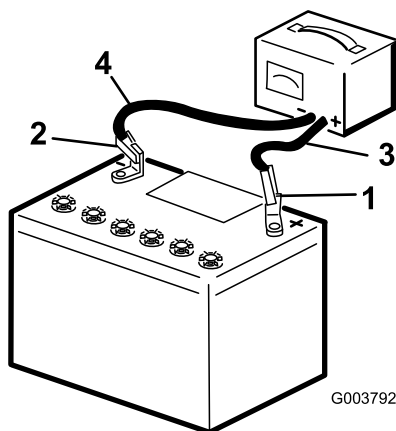

Figura 64
3. Ligue o cabo positivo do carregador da bateria ao polo positivo da bateria (Figura 64).
4. Ligue o cabo negativo do carregador da bateria ao polo negativo da bateria (Figura 64).
6. Quando a bateria estiver totalmente carregada, desligue o carregador da fonte elétrica e em seguida desligue os cabos do carregador dos polos da bateria (Figura 64).